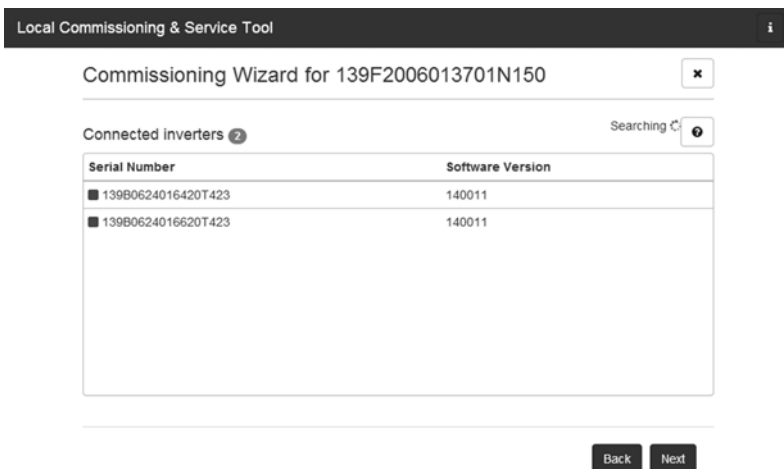

Figura 5.5 Tool LCS - Elenco degli inverter collegati
6. Viene visualizzato un elenco di inverter identificati dall'Inverter Manager selezionato. Vedere figura 5.5. Verificare che tutti gli inverter siano presenti. È possibile continuare la configurazione degli inverter elencati anche se non sono stati rilevati tutti gli inverter. Gli inverter non ancora rilevati possono comunque essere configurati successivamente.